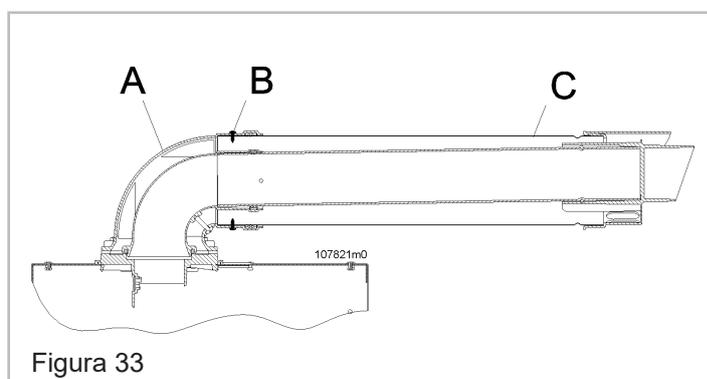

Figura 33
**⚠ ATTENZIONE!!! Seguire scrupolosamente le fasi di installazione del condotto coassiale come illustrato in Figura 33.**